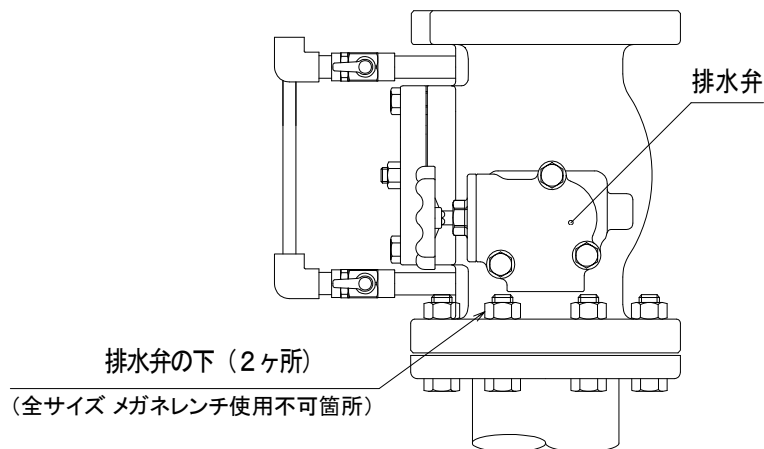

図7
- ①取付用ボルト・ナット (M16) を準備してください。なお、ボルトの長さは排水弁や流水検知部などに干渉しない長さとしてください。(推奨ボルト: M16×L65 六角ボルト)
②現場配管と流水検知装置を組み付けてください。なお、排水弁の下はスペースが狭いため、メガネレンチが使用できませんので、スパナレンチなどを使用してください。(図7参照)